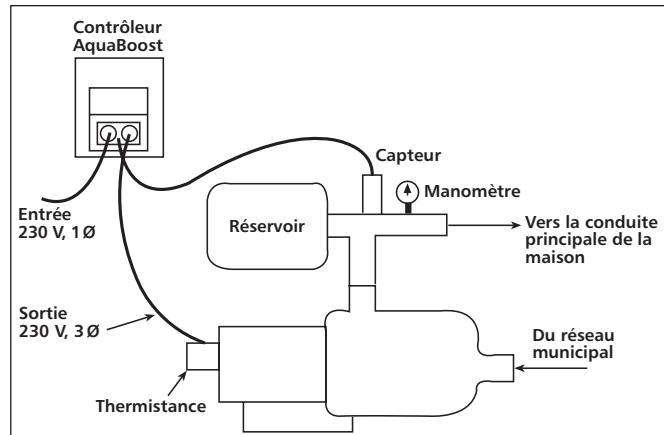

Figure 5
3. **Pose du capteur de pression :** poser le capteur (à embout fileté de 1/4 po, NPT) sur le té ou en aval (après) du clapet de non-retour ou du clapet de pied, puis le connecter (v. fig. 5).